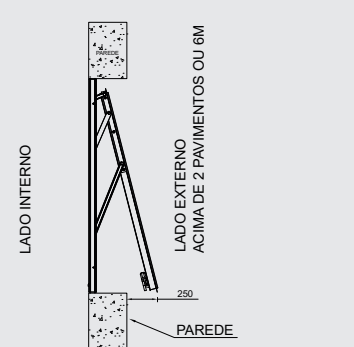

Figura 22 - Acima de 2 pavimentos ou 6m - Vidro laminado ou armado
- c) Em esquadrias instaladas acima do térreo ou superiores a 6 metros, abertura pode ser no máximo 250 mm da face da fachada, (Conforme Figura 22). Neste caso o vidro **Float** pode ser utilizado desde que a área não exceda 0,64 m².